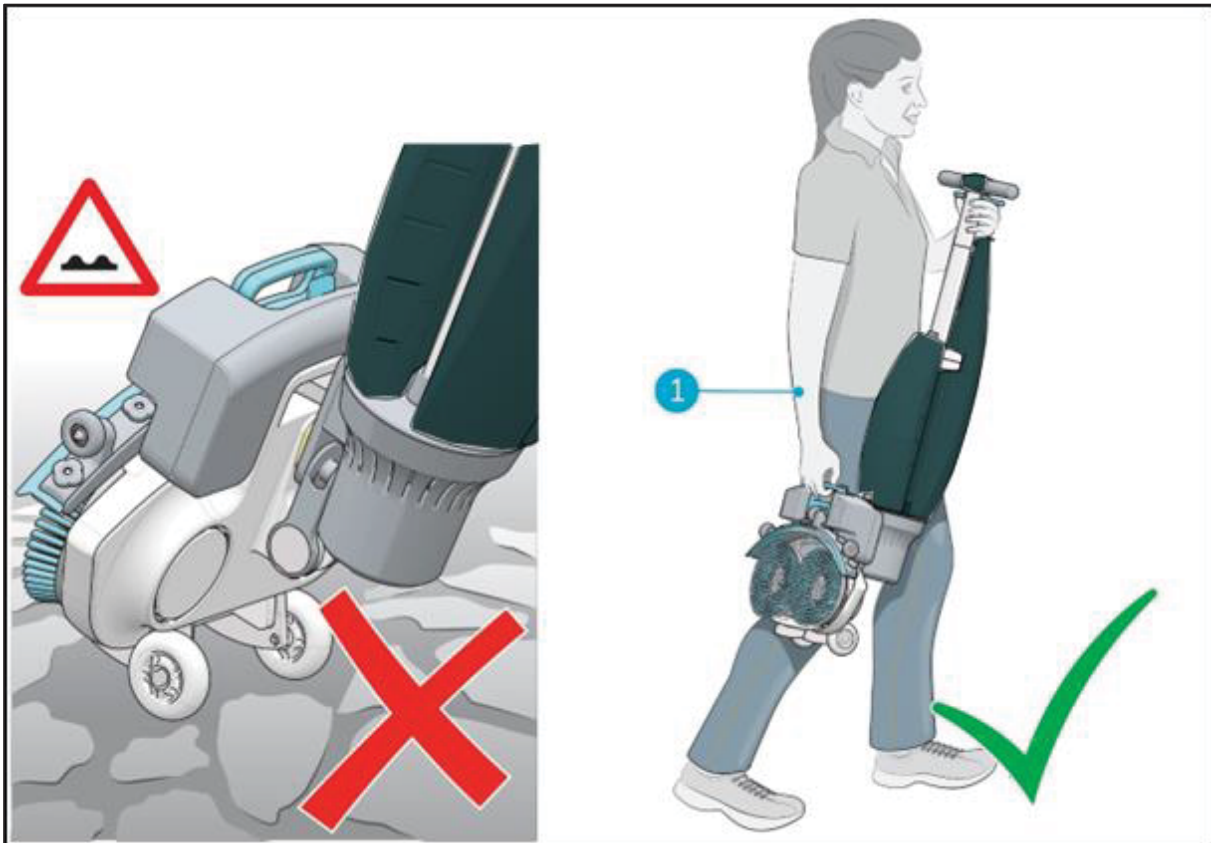

Figure 6
2. Portez l'i-mop® Lite d'une main tout en tenant la poignée (Figure 6, pos 1) avec votre autre main.